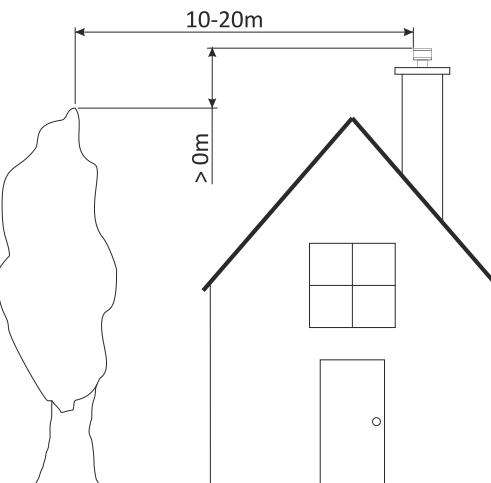

Figura 8
- La parte superior de la chimenea debe sobrepasar como mínimo un metro por encima de la parte más alta (cumbre) del tejado. Esta exigencia es eludible en el caso de tejado con pendiente superior a 20°, si la terminación de la chimenea se encuentra a una distancia horizontal al tejado superior a 2,5 metros, como en la figura 8.